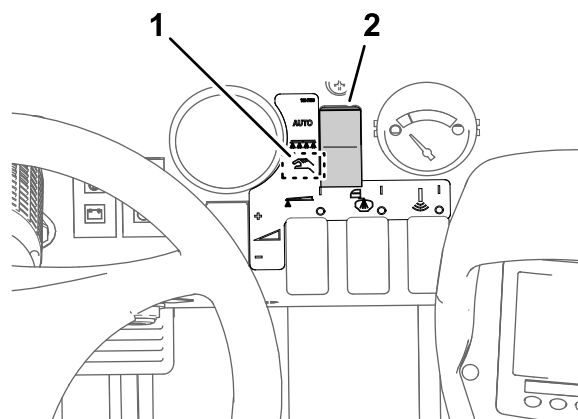

Рисунок 45
4. Установите кнопку режима опрыскивателя в положение ручного режима (Рисунок 45).
5. Поверните ручку отсечного клапана перепуска секции в закрытое положение (Рисунок 45).
7. Нажмите кнопку 2, чтобы перейти к следующему этапу (Рисунок 45).